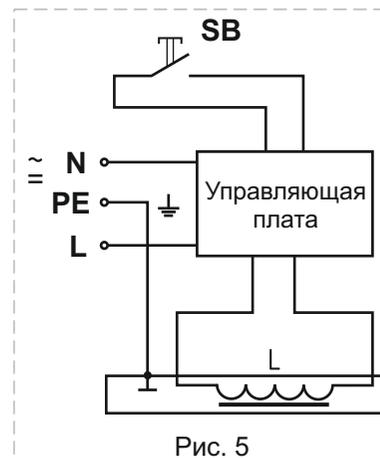

Рис. 5
4.3.7 Электрическая схема подключения клапана приведена на рис. 5. На схеме "SB" соответствует кнопке ручного взвода электрического типа.